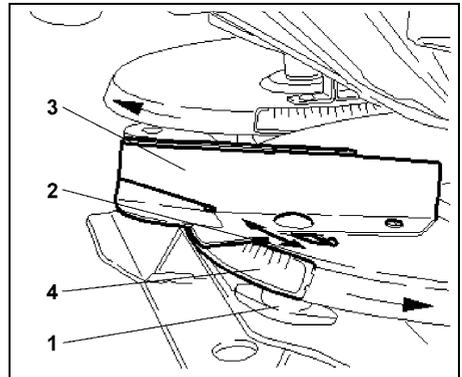

Fig. 39
- Flügelmutter der kurzen Schaufel (Fig. 39/1) lösen (werkzeuglos).
- Ablesekante (Fig. 39/2) der kurzen Schaufel (Fig. 39/3) auf den Wert "8" der Skala (Fig. 39/4) schwenken.
- Flügelmutter (Fig. 39/1) wieder fest anziehen.